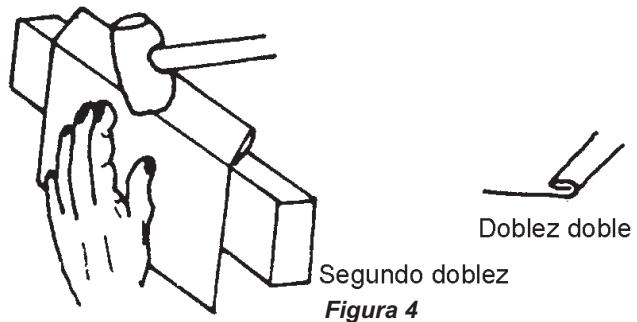

Figura 4
- Golpea suavemente sin marcar la línea, hasta terminar el dobléz. Este dobléz, al realizarlo en los extremos de la lámina, servirá para unir tres láminas (figura 4).